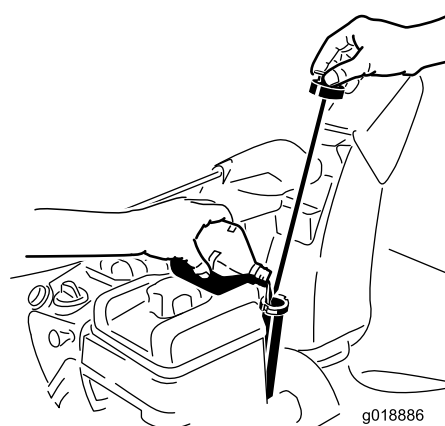

Рисунок 12
1. Выньте щуп для измерения уровня и **медленно** залейте масло в заправочную горловину так, чтобы уровень масла соответствовал метке Full (Полный) на щупе. **Не допускайте переполнения** (Рисунок 12). Смотрите Раздел «Проверка уровня масла в двигателе» в руководстве по техническому обслуживанию.